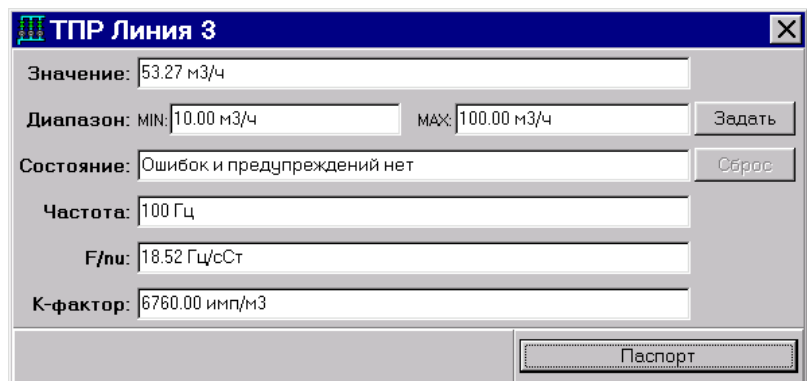

Рис. 11 – Окно текущего состояния датчика ТПР
3.5.2.2 Для вызова аналогичного окна для датчика расхода необходимо щелкнуть на изображении ТПР (⊗). Окно (Рис. 11) содержит следующие поля: